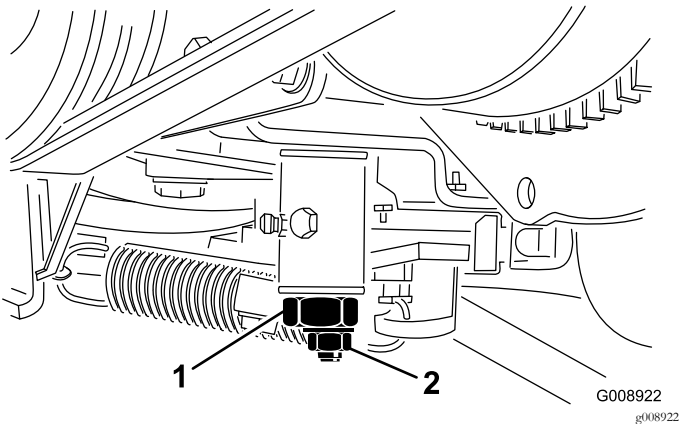

Bild 68
3. Lösen Sie die Sicherungsmutter an der Fahrtriebsnocke (Bild 68).